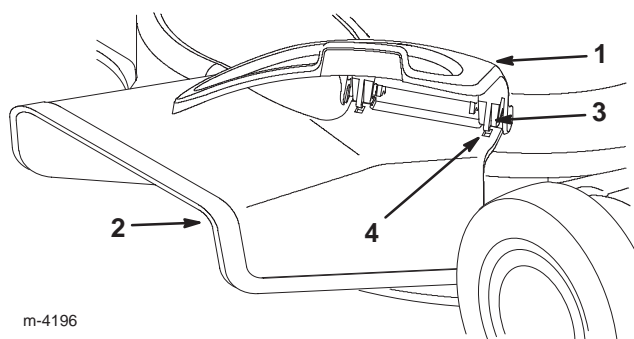

Figure 38
6. Glisser l'éjecteur sur l'ouverture, en insérant les fentes de l'éjecteur sur les pattes du dessous du couvercle (Fig. 38).
3. Soulever le couvercle d'éjection latérale et retirer l'éjecteur latéral (Fig. 38).